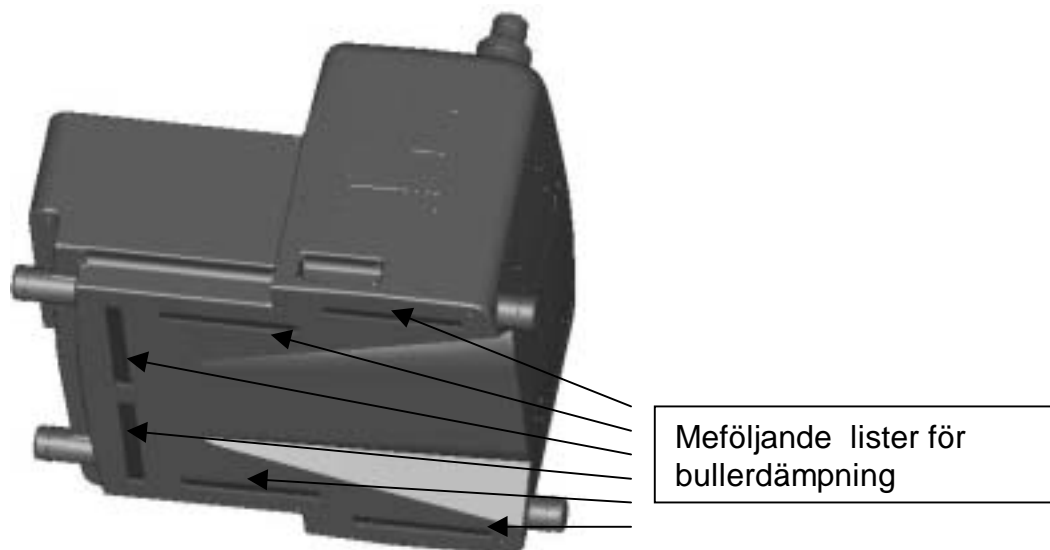

Bild 5
- Innan anläggningen sätts på plats sätts de medföljande bullerdämpande listerna fast på avsedda platser (se bild 5).